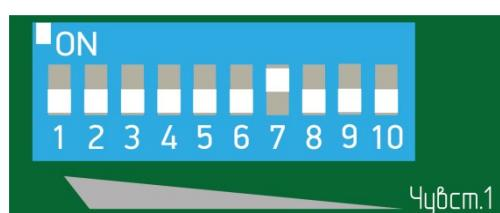

Рисунок 7.15
- при отсутствии тревожного извещения, увеличить чувствительность извещателя, установив флагок 7 переключателя регулировки чувствительности в положение «ON» (правое положение), все остальные флагки - в левое положение (рисунок 7.15) и повторить попытки несанкционированного проникновения через заграждение по выше указанной методике;